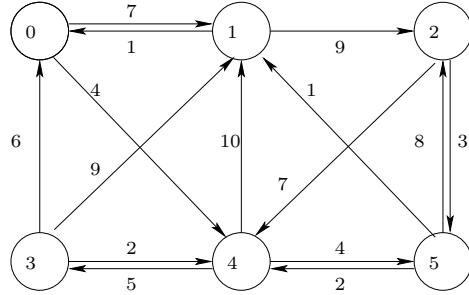

Figura 6.8: Grafo di partenza (esercizio 6.15)
**Esercizio 6.15.** ■ Dato il grafo orientato  $G = (V, E)$  rappresentato in figura 6.8, indichiamo con  $E_{T_i}$ ,  $i \in V$ , l'insieme degli archi che costituiscono l'albero dei cammini minimi dal nodo  $i$  a tutti gli altri nodi del grafo.